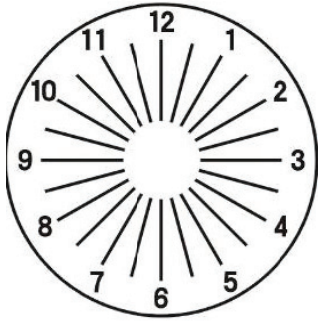

Figure 32
(4) Tourner le bouton de l'objectif cylindrique ②⑦ pour changer la valeur C,  $.00 \rightarrow .25 \rightarrow .50$  pour que chaque ligne soit vue de la même manière. Lorsqu'il est tourné à -0.50. le graphique est tel qu'illustré à la Fig.32.
(5) Changez S par pas de 0.25D en tournant le cadran de puissance sphérique faible ②③ de sorte que l'acuité visuelle passe de 1.2 à 1.5. Enregistrez la valeur modifiée de l'acuité visuelle.